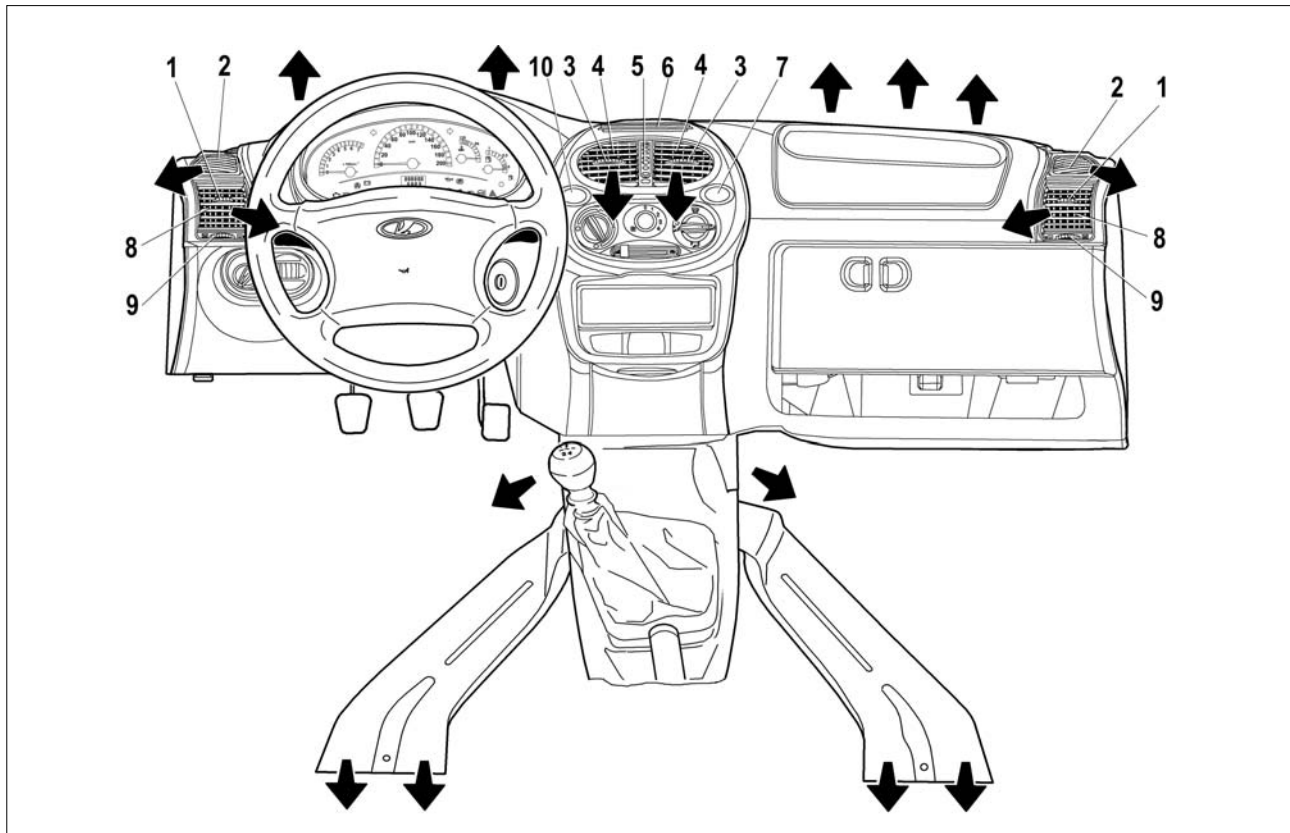

Рис. 37. Органы управления вентиляцией
**Рычагами 9 и 5** (рис. 37) привода заслонок регулируется ин-
- **сопла 4 и 8** (см. рис. 37) открыть, повернув соответственно рычаг 5 на центральном сопле вниз, а рычаг 9 вправо на левом боковом сопле и влево на правом боковом сопле;
4. Нажмите на клавишу выключателя кондиционера 10 (см. рис. 37).
В положении  рукоятки 4 хотя бы одно из сопел 4 и 8 (см. рис. 37) должно быть открытым, иначе теплообменник охлаждения воздуха (испаритель) может обледенеть и перекрыть подачу воздуха в салон.
2. Включите кондиционер, нажав на клавишу выключателя кондиционера 10 (см. рис. 37).